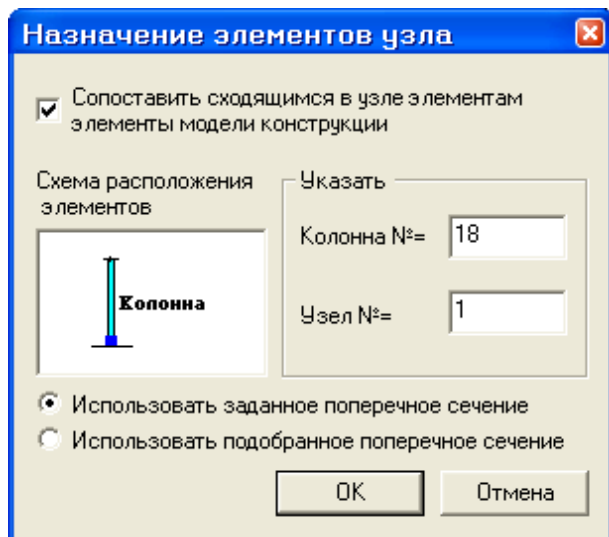

Рис.12.30. Диалоговое окно **Назначение элементов узла**
- В новом окне **Назначение элементов узла** задайте следующие параметры (рис.12.30):